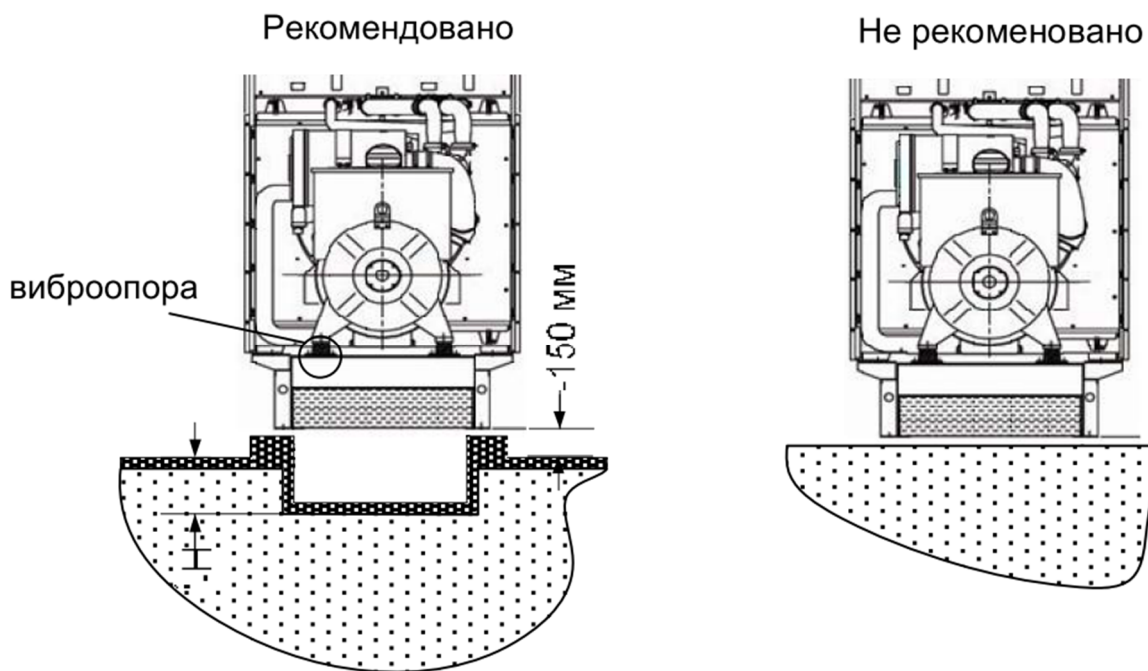

Рис. 3.
4.5.1. Основание: наилучшим основанием для монтажа является блок усиленного бетона. Основание должно обеспечивать жёсткую поддержку генераторной установки для предотвращения качения и ударов. Стандартный бетонный блок толщиной 150-200 мм с площадью не меньше площади платформы установки. Земля под блоком должна выдерживать вес блока и установки. (Если генератор устанавливается над землёй, конструкция здания должна выдерживать вес машины, топливного бака, дополнительных устройств и т.д.) Здание должно соответствовать строительным нормам. Если на земле сыро (как в бойлерных помещениях), основание должно находиться выше уровня земли (~ 150 мм) для безопасности электрических соединений, обслуживания и уменьшения коррозии металла платформ. Не устанавливайте ДГУ на песчаный грунт или глину без бетонного блока [Рис. 3].